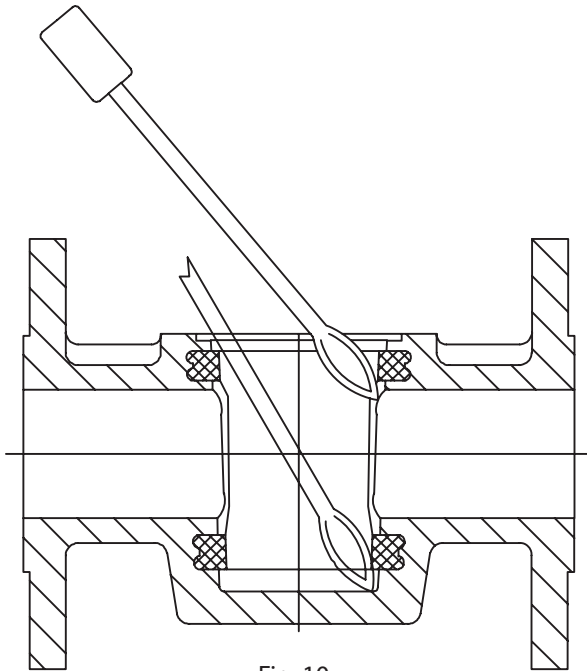

Fig. 10
8. Garniture du manchon (fig. 10)